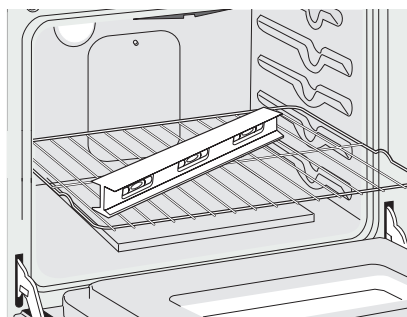

Figure 7
2. Déposez un niveau à bulle sur la grille (figure 7). Prenez 2 lectures en plaçant le niveau en diagonale dans une direction, puis dans l'autre direction. Si nécessaire, ajustez les 4 vis de nivellement avec une clé à molette (voir figure 23).
3. Vérifiez si l'appareil est à niveau en installant une grille au centre du four et en plaçant un niveau à bulle sur cette dernière (Figure 7).